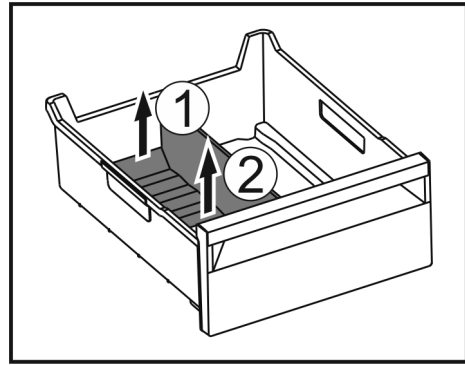

Fig. 186
► 提升冰格分隔器后部。 Fig. 186 (1)
► 向上取出冰格分隔器。 Fig. 186 (2)